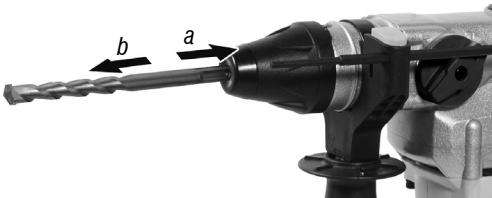

Fig. 3 – Dibujo demostrativo para remoción del accesorio
- Para remover el accesorio, tire y sujeté el mandril (1) y tire el accesorio para adelante (Fig. 3). Todos los accesorios deben ser limpios después de la utilización.